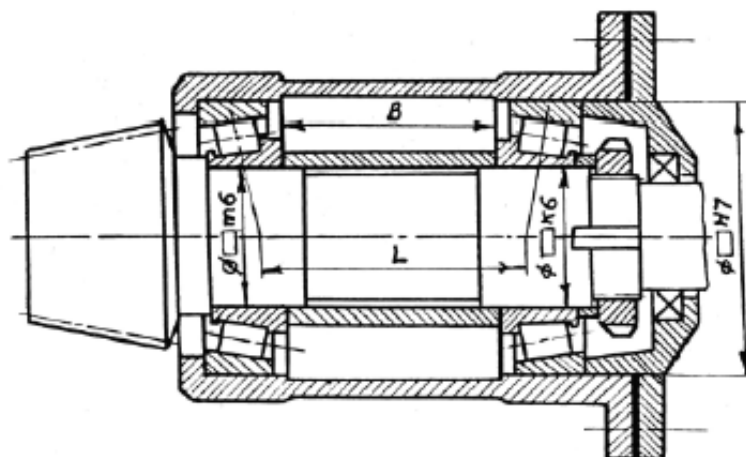

Рис. 6.4
**Задача 6.4.** Подобрать подшипники для вала конической шестерни по схеме (рис. 6.4), если на подшипники действуют радиальные силы  $F_{R1}$ ,  $F_{R2}$  и осевая сила  $F_A$ . Коэффициент безопасности –  $K_B$ . Диаметры посадочных мест вала –  $d_B$ , частота вращения вала –  $n$ , срок службы подшипников –  $L_h$ .